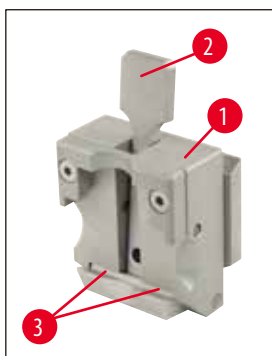

Рис. 41
- Ось (→ Рис. 41-3) зажимного рычага кассетного зажима (→ Рис. 41).